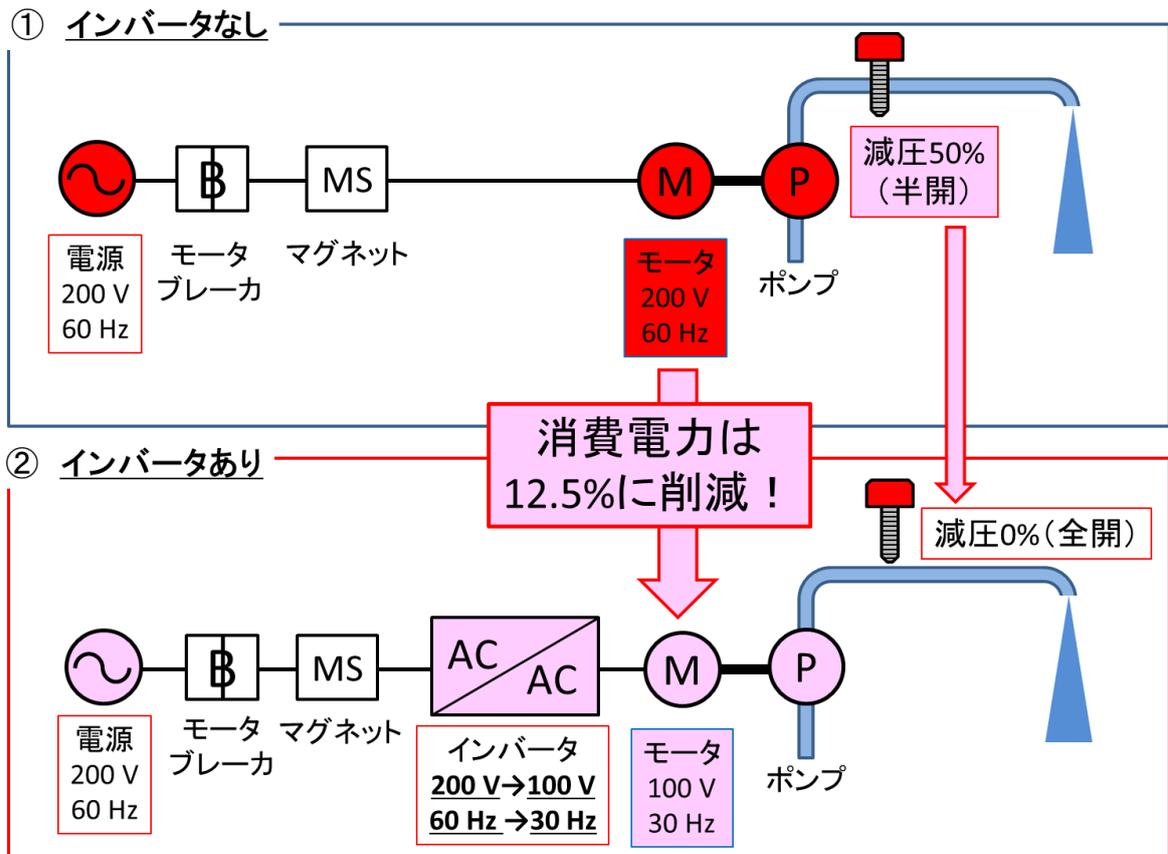

図 1.2 インバータを活用したポンプ設備の省エネの例
生産設備等における電動機にインバータを使う利点とは何だろうか。図 1.2 に、ポンプ設備における例を示す。図中①および②は、いずれもポンプを電動機により駆動するポンプ設備の簡易的な図である。
①はインバータを使わずに電源電圧（200 V、60 Hz）で ON/OFF 制御のみで駆動した例である。この例では、ポンプを 100% の出力で駆動すると、実際にほしい水圧を大きく上回ってしまうため、減圧弁で 50% 減圧している。減圧したエネルギーは原則として損失となるため、例えば熱となって水や弁の温度を上昇させたりするのに使われる。
②はモータを直接電源電圧（200 V、60 Hz）で駆動するのではなく、インバータを用いて電圧と周波数を低くして使用した例である。減圧弁を全開（0%）にして、その分、インバータの電圧と周波数をそれぞれ 50%（100 V、30 Hz）にしている。このようにすることで、おおむね同程度の水圧を得ることができる。インバータを使って減圧運転した場合、減圧弁を使った時と違い、損失が極めて小さくなるので、電源から供給される電力もそれに伴い小さくなる。具体的にはポンプ負荷（2 乗低減トルク負荷）の場合、低減効果は 3 乗で効いてくることが知られている。今回の場合は、インバータの電圧と周波数をそれぞれ 1/2 にしていることから、電源から供給される電力は 1/8 になる（ $1/2 \times 1/2 \times 1/2 = 1/8$ ）。すなわち、設備の駆動にかかる電力量料金も 1/8 になるので、省エネ効果は非常に大きいといえる。